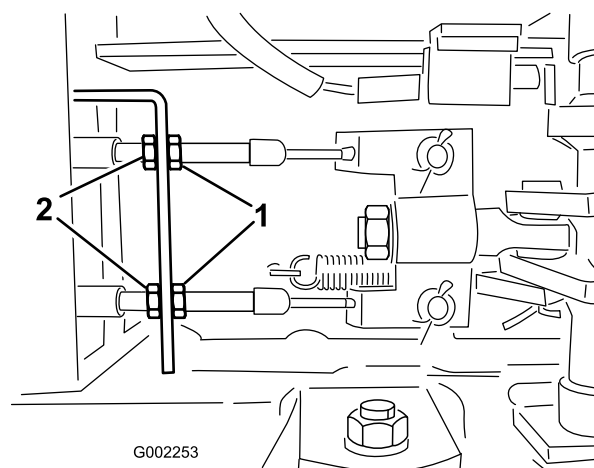

図 56
5. ブレーキ・ケーブルの車両前端側にある前ナットをゆるめる（図 56）。
6. 後ナットを均等に締めて、ブレーキ・ペダルの遊びを1～2 cm に調整する（図 56）。